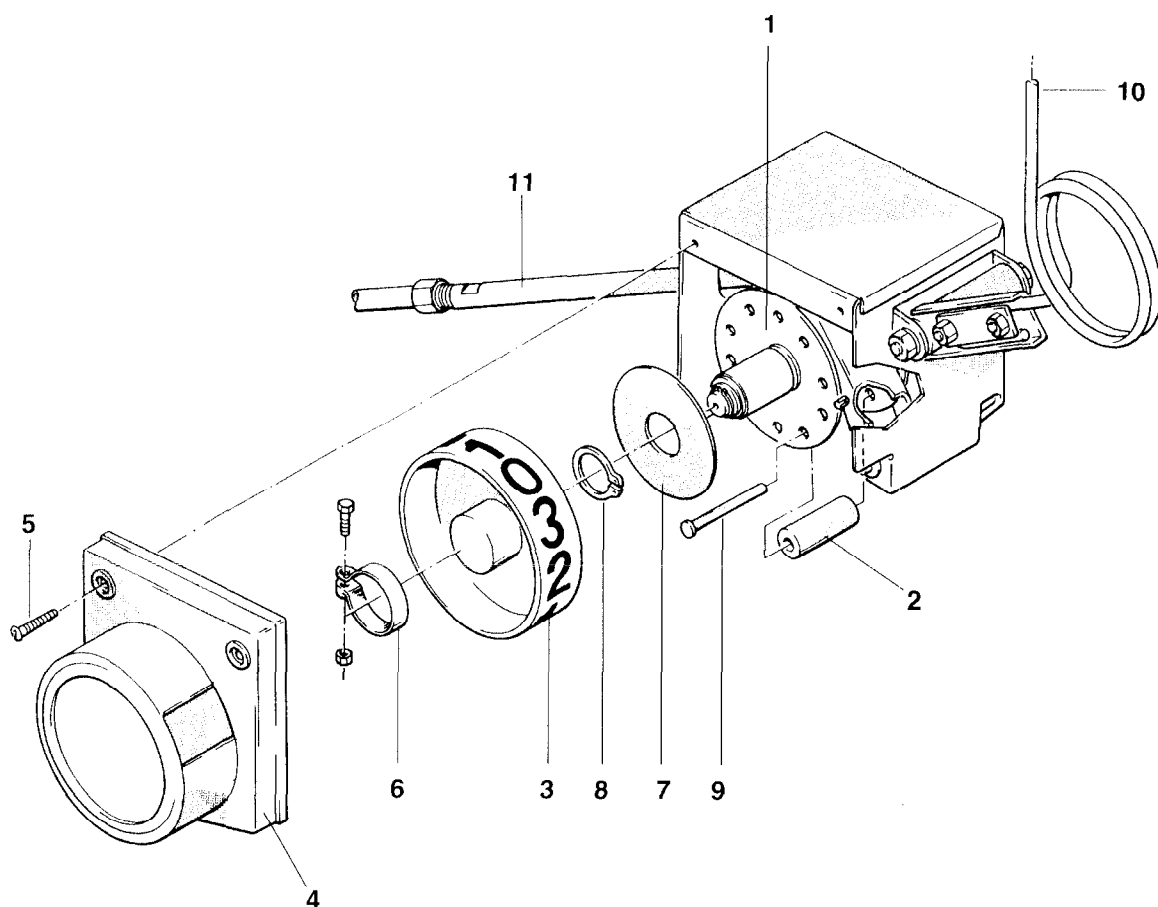

Fig. 13.19
Der Abstand der Fahrgassen (siehe Tabelle Seite 13-3) entspricht der Arbeitsbreite des Düngerstreuers oder der Spritze. Den Rhythmus, Fahrgassen anzulegen, bestimmt der Schaltkasten (Fig. 13.19). Ist es erforderlich in einem anderen Rhythmus Fahrgassen anzulegen, ist das Teilungsrad (Fig. 13.19/1) im Schaltkasten auszutauschen oder umzurüsten.
Für die 2-, 3-, 4- und 6-fach Schaltung braucht das Teilungsrad (Fig. 13.19/1) nicht ausgetauscht zu werden. Zum Umrüsten des Schaltkastens auf eine andere Schaltung innerhalb dieser Gruppe sind lediglich die Schaltrollen, wie unter Pkt. 13.8.1 beschrieben, am Teilungsrad umzustecken bzw. zu ergänzen.
- Schutzdeckel (Fig. 13.19/4) nach dem Lösen der zwei Blechschrauben (Fig. 13.19/5) abnehmen.
- Schelle (Fig. 13.19/6) lösen und zusammen mit dem Anzeigerad (Fig. 13.19/3) abziehen.
- Die Sicherungsscheibe (Fig. 13.19/7) ist nach dem Entfernen des Sicherungsringes (Fig. 13.19/8) abzunehmen.
- Die freiliegenden Schaltrollen (Fig. 13.19/2) sind nach Herausziehen der Bolzen (Fig. 13.19/9), wie unter Pkt. 13.8.2 gezeigt, im Teilungsrad einzusetzen.
- Sicherungsscheibe (Fig. 13.19/7) und Sicherungsring (Fig. 13.19/8) montieren.
- Anzeigerad (Fig. 13.19/3), wie unter Pkt. 13.8.2 gezeigt, mit neuem Kontrollstreifen versehen und auf dem Teilungsrad mit Hilfe der Schelle (Fig. 13.19/6) vorerst locker befestigen.
- Schaltkasten an der Bedienungsfeder (Fig. 13.19/10) durchschalten, bis das Klemmrohr (Fig. 13.19/11) von einer Schaltrolle (Fig. 13.19/2) angezogen und gehalten wird. Der Schutzdeckel (Fig. 13.19/4) wird an den Schaltkasten gehalten und das Anzeigerad (Fig. 13.19/3) so weit verdreht, bis die Zahl "0" am Fenster des Schutzdeckels zu sehen ist.
- Anzeigerad (Fig. 13.19/3) mit der Schelle (Fig. 13.19/6) festklemmen und den Schutzdeckel (Fig. 13.19/4) montieren.
- Schaltkasten an der Bedienungsfeder (Fig. 13.19/10) durchschalten, bis sich das Anzeigerad (Fig. 13.19/3) mindestens dreimal vollständig gedreht hat und überprüfen, ob der Schaltkasten ordnungsgemäß arbeitet, d.h. in jeder "0"-Stellung das Klemmrohr (Fig. 13.19/11) anzieht.